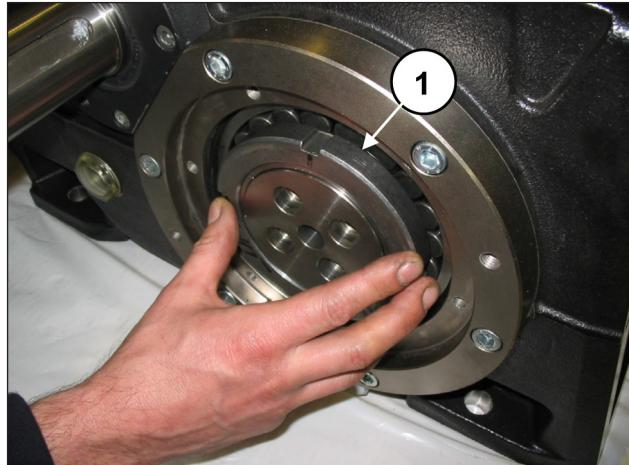
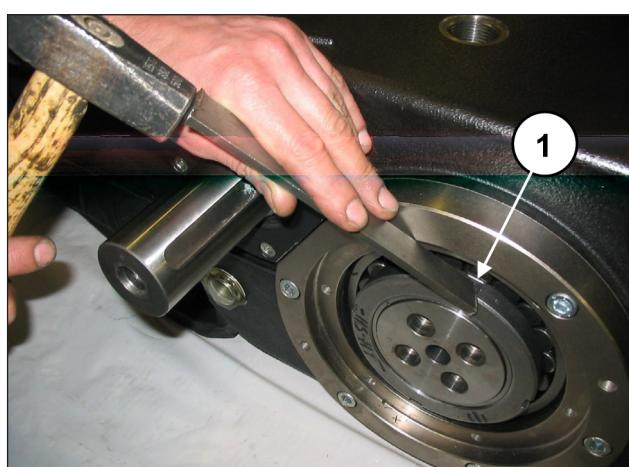

Рис. 15
Рис. 16
С одной стороны навинтите кольцевую гайку типа SKF KM20 на стяжную втулку (поз. ①, Рис. 15), затем разблокируйте втулку с помощью ударной массы (поз. ①, Рис. 16), не снимая ее.